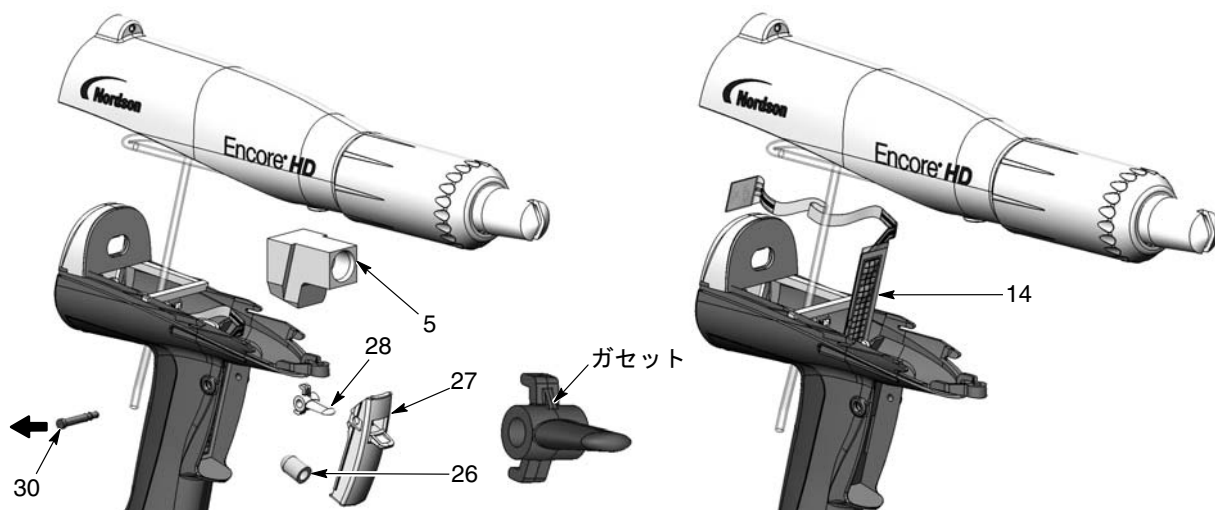

図 6 - 8 トリガースイッチの交換
3. 図6 - 8を参照してください。エルボ (5) をインレットチューブから引き抜きます。
4. 軸 (30) の細い端を小型のフラットエンドパンチかその他の工具を使ってハンドルから押し出します。
5. スプレートリガー (27) 、アクチュエーター (26) 、パージトリガー (28) をハンドルから外します。
6. 工具を使ってトリガースイッチ (14) をハンドルからこじって引き抜きます。